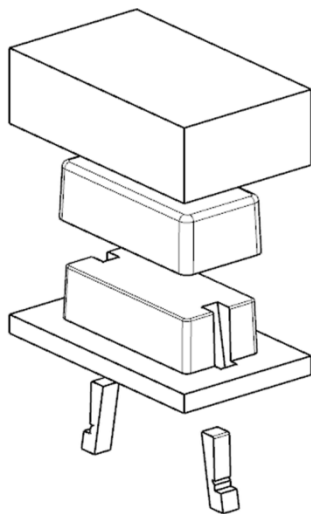

图 10-20 爆炸图
(40) 选取“菜单 | 装配 | 爆炸图 | 新建爆炸图”，创建一个新的爆炸图。
(41) 选取“菜单 | 装配 | 爆炸图 | 编辑爆炸图”，各零件移动后（爆炸图）如图 10-20 所示。